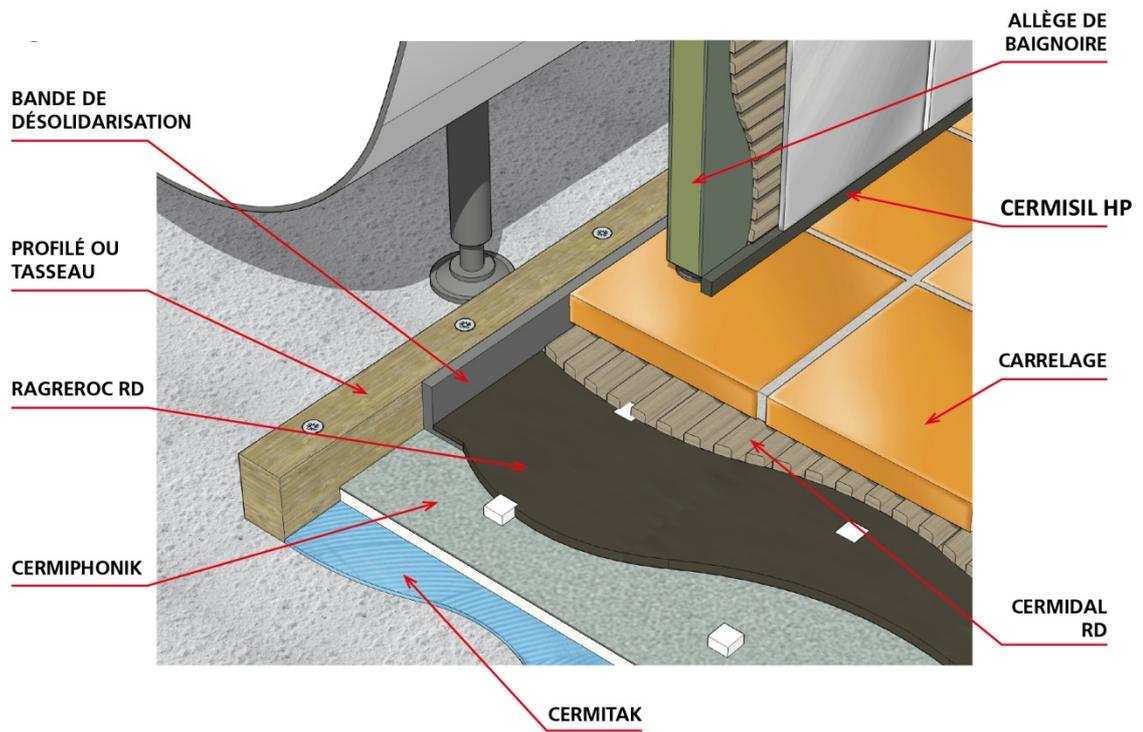

Figure 4 – Traitement de pose des baignoires et des appareils sanitaires
- si les baignoires sont posées directement sur le support, dans le cas d'allège maçonnée, une désolidarisation doit être réalisée le long de l'allège. Pour les allèges amovibles, on procède comme indiqué figure 4.